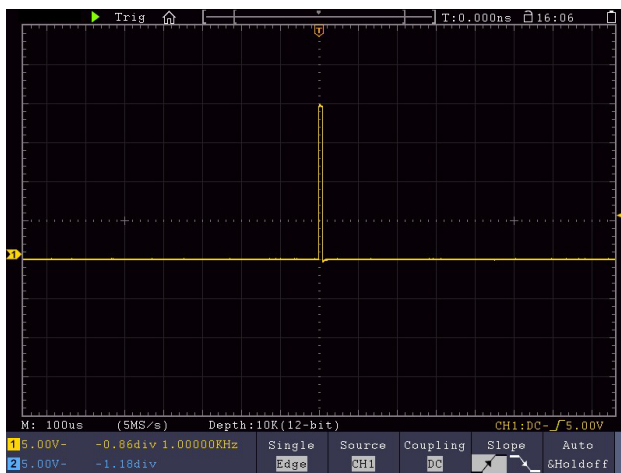

Рисунок 94 - Захват одиночного сигнала
12. Проверьте индикатор состояния триггера в верхней части экрана, если он не готов, нажмите кнопку Run/Stop – начнется сбор данных, дождитесь триггера. Если сигнал достигает заданного уровня триггера, будет произведена одна выборка, которая затем отобразится на экране. Используя этот подход, случайный импульс может быть легко захвачен. Например, если мы хотим найти выброс с высокой амплитудой, установите уровень триггера чуть более высоким, чем среднее значение уровня сигнала. Нажмите кнопку Run/Stop и дождитесь триггера. Как только произойдет выброс, прибор автоматически сработает и запишет форму сигнала вблизи точки запуска. Повернув ручку «Горизонтальное положение» в горизонтальной области управления на панели, вы можете изменить положение горизонтального срабатывания, чтобы получить отрицательную задержку, что облегчает наблюдение за формой сигнала до появления выброса (см. Рисунок 94).